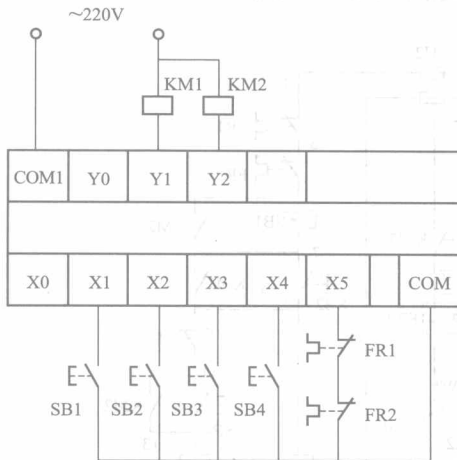

图 6 三相异步电动机顺序电路三菱 FX2N 系列 PLC 接线图
(2) 三相异步电动机顺序电路三菱 FX2N 系列 PLC 接线图如图 6 所示。